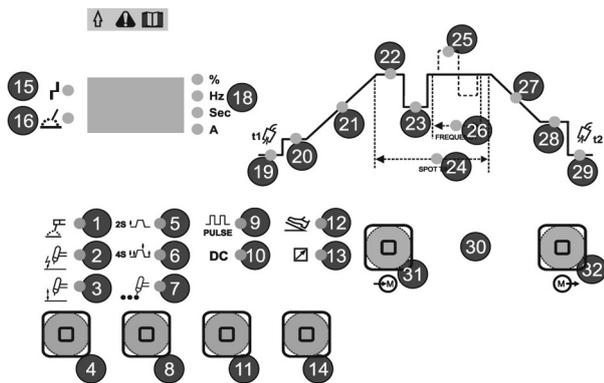

Figura 1
- Posicionar o selector modalidade  (Rif.1 - Figura 1 Página 6.) sobre soldadura com electrodos revestidos.
- Regular a corrente de soldadura através do selector de amperagem (Rif.3 - Figura 1 Página 6.).
Premindo a tecla de deslocamento 4 e colocando o indicador luminoso no símbolo 1 - Figura 1 Página 6.), pode seleccionar a modalidade de soldadura com eléctrodo.
Premindo a tecla de deslocamento 4 - Figura 1 Página 6.) até colocar o indicador luminoso no símbolo 2 - Figura 1 Página 6.), pode seleccionar a modalidade de soldadura TIG com partida de alta tensão. Premindo o botão da tocha, gera-se uma descarga de alta tensão que permite o escorvamento do arco.
Premindo a tecla de deslocamento 4 - Figura 1 Página 6.) até colocar o indicador luminoso no símbolo 3 - Figura 1 Página 6.), pode seleccionar a modalidade de soldadura TIG com partida Lift.
Premindo a tecla de deslocamento 8 - Figura 1 Página 6.) coloque o indicador luminoso no símbolo 5 - Figura 1 Página 6.). Nesta modalidade, prima o botão da tocha para escorvar a corrente de soldadura e mantenha-o premido durante todo o tempo em que estiver a soldar.
Premindo a tecla de deslocamento 8 - Figura 1 Página 6.), coloque o indicador luminoso no símbolo 6 - Figura 1 Página 6.). Nesta modalidade, o botão da tocha funciona em quatro tempos, para permitir a soldadura automática. Premindo o botão da tocha pela primeira vez, activa-se o fluxo de gás; ao soltá-lo, escorva-se o arco de soldadura. Premindo o botão da tocha uma segunda vez, interrompe-se a soldadura; ao soltá-lo, desactiva-se o fluxo de gás.
Premindo a tecla de deslocamento 8 - Figura 1 Página 6.) coloque o indicador luminoso no símbolo 7 - Figura 1 Página 6.). Nesta modalidade, obtém-se uma soldadura por pontos temporizada com um tempo predefinido, como descrito no capítulo 24 - Tempo da soldadura por pontos (Spot time).
Para obter o funcionamento pulsado, depois de seleccionar a modalidade TIG (Lift ou HF), prima a tecla de deslocamento 11 - Figura 1 Página 6.) até colocar o indicador luminoso no símbolo 9 - Figura 1 Página 6.). Nesta modalidade, a corrente pulsa entre os valores máximo e mínimo predefinidos, como descrito respectivamente nos capítulos 22: Corrente nominal de soldadura e 23: Corrente reduzida.
Para obter o funcionamento TIG DC (Tig com corrente contínua), depois de seleccionar a modalidade TIG (Lift ou HF), prima a tecla de deslocamento 11 - Figura 1 Página 6.) até colocar o indicador luminoso no símbolo 10 - Figura 1 Página 6.).
Premindo a tecla de deslocamento 14 - Figura 1 Página 6.) até colocar o indicador luminoso no símbolo 12 - Figura 1 Página 6.) activa-se o comando à distância.
Premindo a tecla de deslocamento 14 - Figura 1 Página 6.) até colocar o indicador luminoso no símbolo 13 - Figura 1 Página 6.) activa-se o comando à distância.
Ao activar-se um dos alarmes previstos, acende-se o indicador 15 - Figura 1 Página 6.) e, ao mesmo tempo, no visor 17 - Figura 1 Página 6.) aparecem em seguida os possíveis alarmes, as respectivas indicações e as operações a efectuar para reactivar o gerador:
O indicador 16 - Figura 1 Página 6.) acende-se sempre que o gerador está a distribuir a corrente.
Símbolos que indicam o tipo de grandeza mostrada no visor (Duty cycle, frequência, tempo, amperagem) 18 - Figura 1 Página 6.).
Premindo durante pelo menos 1 segundo uma das teclas de deslocamento 31 ou 32 - Figura 1 Página 6.) representadas com os símbolos de seleccionar os parâmetros de soldadura que pretende modificar. Premindo uma das teclas de deslocamento, selecciona as várias funções de soldadura que pretende modificar.
Tenha em atenção que, durante a programação de cada parâmetro, o indicador luminoso correspondente acende-se e os visores 17 - Figura 1 Página 6.) e os leds 18 - Figura 1 Página 6.) indicam respectivamente o valor e a unidade de medida do parâmetro modificado.
Com as teclas de deslocamento 31 e 32 coloque o indicador luminoso na posição 19 - Figura 1 Página 6.); depois, accionando o manípulo 30, programe a duração em segundos do fluxo inicial de gás. Intervalo de valores compreendido entre 0,2 seg. e 5 seg.
Com as teclas de deslocamento 31 e 32 coloque o indicador luminoso na posição 20 - Figura 1 Página 6.); depois, accionando o manípulo 30, programe o valor da corrente inicial na modalidade TIG 4 Tempos. Intervalo de valores compreendido entre I_{min} e I nominal de soldadura.
Com as teclas de deslocamento 31 e 32, coloque o indicador luminoso na posição 21 - Figura 1 Página 6.); depois, accionando o manípulo 30, programe o tempo desejado para atingir a corrente nominal de soldadura na modalidade TIG. Intervalo de valores compreendido entre 0 seg. e 10 seg.
Com as teclas de deslocamento 31 e 32, posicione o indicador luminoso no símbolo 22 - Figura 1 Página 6.); depois, accionando o manípulo 30, programe o valor da corrente nominal de soldadura para todas as modalidades disponíveis. Intervalo de valores compreendido entre 5A e 220A.
Com as teclas 31 e 32, posicione o indicador luminoso no símbolo 23 - Figura 1 Página 6.); depois, accionando o manípulo 30, programe o valor da corrente reduzida na modalidade TIG DC 4 Tempos; pelo contrário, na modalidade TIG pulsado (Tanto a 2 tempos como a 4 tempos), programe corrente de base da pulsação. Intervalo de valores compreendido entre a corrente nominal de soldadura e 10% desse valor.
Com as teclas de deslocamento 31 e 32, coloque o indicador luminoso no símbolo 24 - Figura 1 Página 6.); depois, accionando o manípulo 30, programe a duração em segundos do impulso da soldadura por pontos. Intervalo de valores compreendido entre 0,1 seg. e 10 seg.
Com as teclas de deslocamento 31 e 32, coloque o indicador luminoso no símbolo 26 - Figura 1 Página 6.); depois, accionando o manípulo 30, programe a frequência para o TIG DC pulsado.